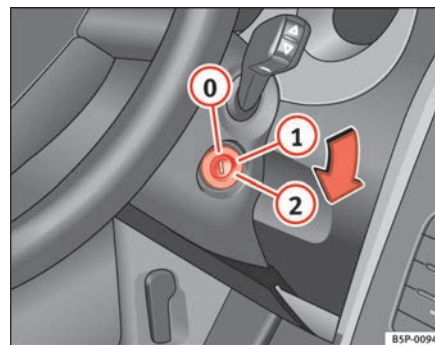

Fig. 135 Posiciones de la llave de contacto
En esta posición ⇒ fig. 135 el encendido y el motor están desconectados pudiéndose bloquear la dirección.
- Gire la llave de contacto hasta la posición ⇒ página 170, fig. 135 ①. El testigo  se encenderá en caso de precalentamiento del motor.
- En cuanto se apague el testigo, gire la llave de encendido a la posición ② para poner en marcha el motor y no pise el acelerador.
- Gire la llave de contacto a la posición ⇒ página 170, fig. 135 .